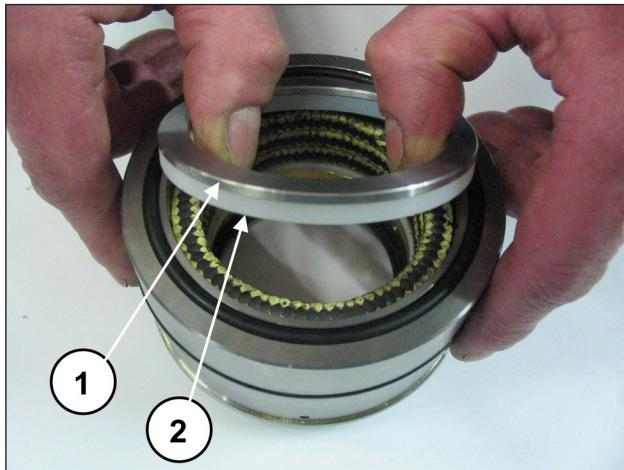
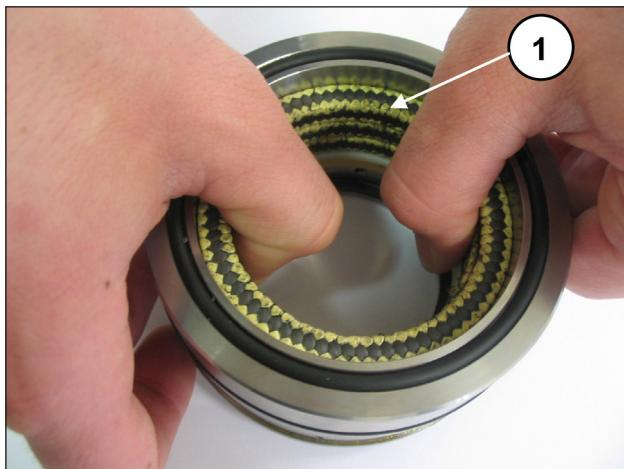

Рис. 193
Рис. 194
Отделите опору уплотнений от рубашки, снимите пружинное кольцо и скребковое кольцо (поз. ①②, Рис. 193) для доступа к нажимным уплотнениям (поз. ①, Рис. 194).